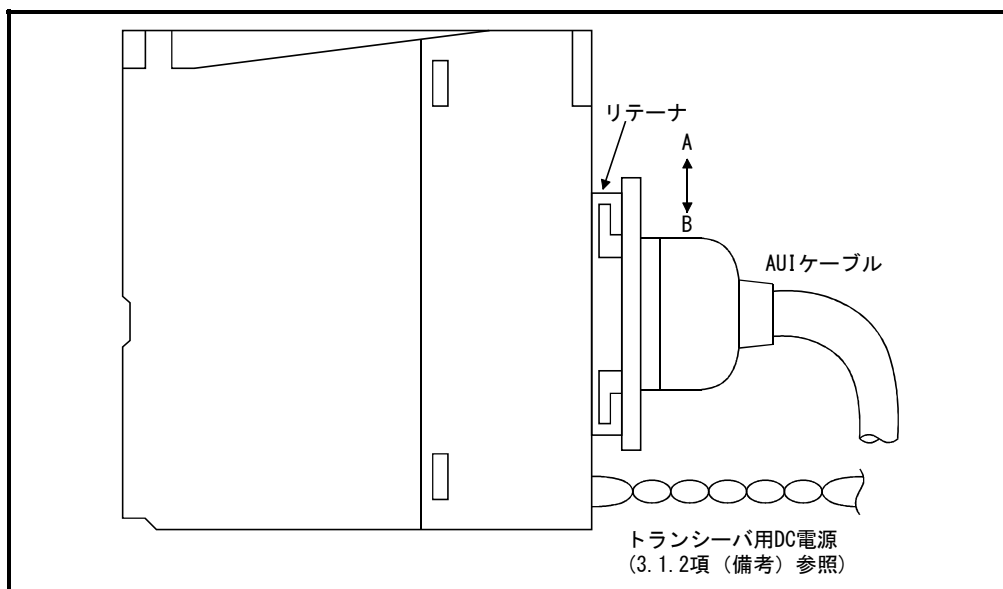

図5.1 AUIケーブル接続図
- (手順1) リテーナを図5.1のB方向へスライドさせます。
- (手順3) リテーナを図5.1のA方向へスライドさせます。